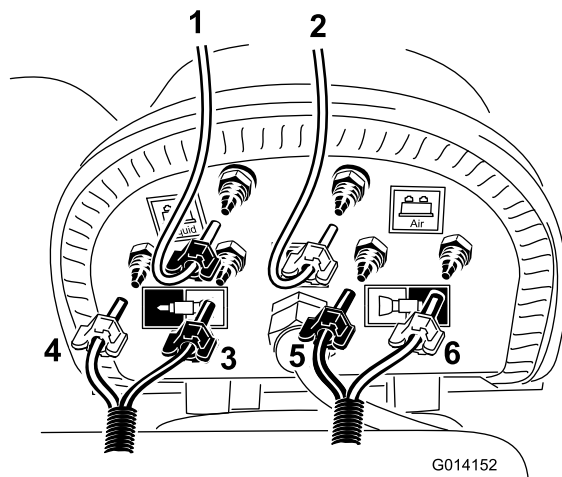

Figura 22
- B. Localize o tubo curto, previamente cortado, e instale o tubo transparente no dentado restante na tampa preta do depósito como se mostra em Figura 22.
- D. Localize o tubo de espuma localizado para a rampa esquerda e instale os tubos azul e branco nos locais mostrados em Figura 22.
- E. Localize o tubo de espuma localizado para a rampa direita e instale os tubos azul e branco nos locais mostrados em Figura 22.
Nota: Instale o tubo transparente no dentado azul ou de água no compressor como se mostra em Figura 22. Utilize um grampo de tubo azul para prender ambos os tubos. A bainha da tubagem vai exigir maior divisão para acomodar o comprimento do depósito.